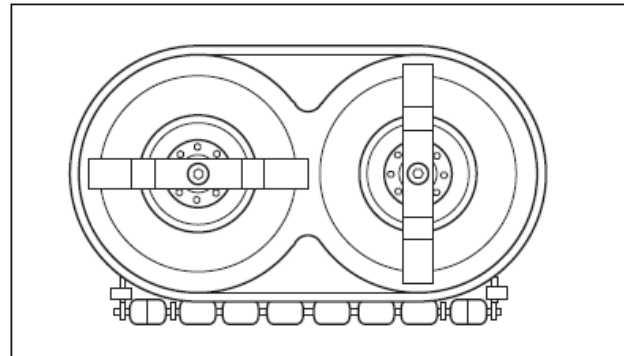

図 48 モアブレードのタイミング
8. ブレードが互い（図 48）に対して垂直であることを確認してください。異なっている場合、「通常のメンテナンス」にあるモアブレード タイミング手順を実行してください。